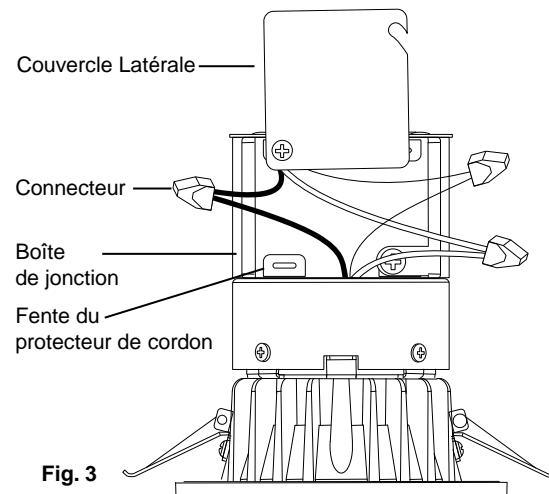

Fig. 3
4. Ouvrez le couvercle latéral de la boîte de jonction. Si vous utilisez un câble BX, retirez l'un des noeuds ronds situés sur le dessus ou sur les côtés de la boîte de jonction. Si vous utilisez un câble NM, enlevez un noeud rectangulaire à l'arrière de la boîte de jonction. Insérez une longueur d'environ 5 à 6 po (12,7 à 15,24 cm) du câble NM dans la boîte de jonction en la faisant passer par la fente d'un des protecteurs de cordon. (Fig. 3)
5. Enlevez une longueur d'au moins 3 po (7,62 cm) de la gaine extérieure du câble et retirez le film de plastique ou le papier. Dénudez l'extrémité de tous les fils d'alimentation sur une longueur d'environ 3/8 po (9,5 mm). À l'aide des connecteurs de câble, effectuez les connexions électriques suivantes dans la boîte de jonction (Fig. 3) :